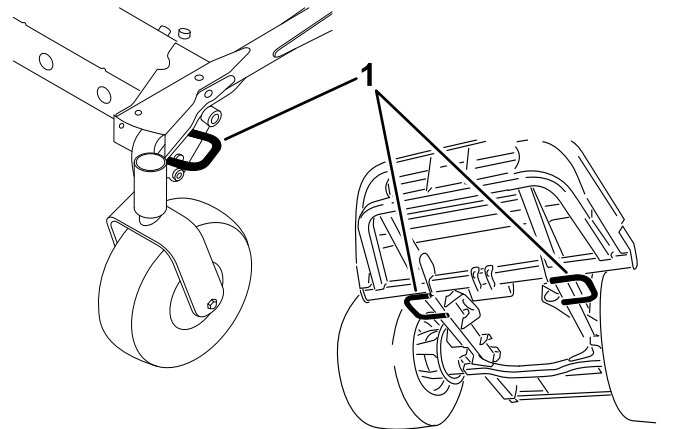

Figura 66
- Utilice los puntos de amarre de la máquina para sujetarla firmemente al remolque o al camión con correas, cadenas, cables o cuerdas (Figura 66).